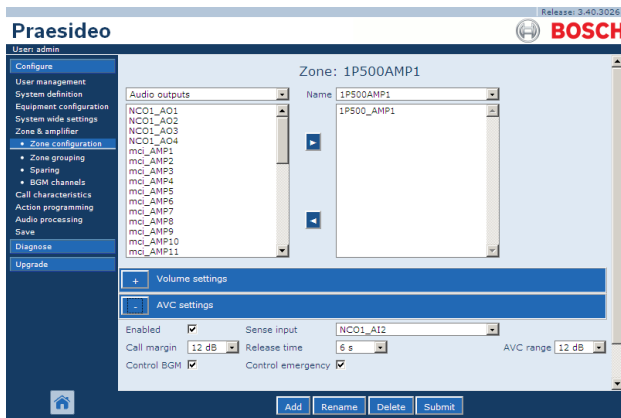

Abbildung 49.1: AVC-Einstellungen
Die Verbindung zwischen dem System und den Messmikrofonen kann überwacht werden (siehe Abschnitt 43.3.3). Wenn ein Messmikrofon in einer Zone ausfällt, werden alle Ansagen in der Zone bei höchster Lautstärke gesendet, um Evakuierungsvorschriften einzuhalten. Wenn dies der Fall ist, wird die Anpassung des BGM auf AVC-Bereich geschaltet (siehe Abbildung 49.1).
- 1 Gehen Sie zur Kategorie *AVC settings* der Seite *Zone Configuration*. Im Main Frame der webbasierten Benutzeroberfläche wird ein Bildschirm angezeigt, der dem in Abbildung 49.1 gleicht.